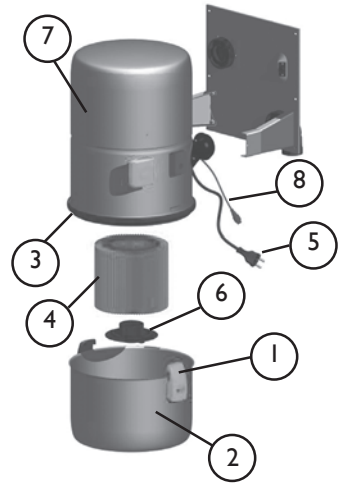

Bild 1.
### 2.1 Entleerung des Schmutzbehälters (Bild 1)
## 2.2 Wartung des Filters (Bild 1)
- Überprüfen Sie, ob sich der Staubsauger über den Niederspannungsanschluss (Bild 1; 8) der Zentraleinheit starten lässt, indem der Startstromkreis mit einem Metalldraht überbrückt wird (wie in Bild 3 gezeigt).
Wenn die Verstopfung gefunden wurde, ziehen Sie den Netz-Stecker des Staubsaugers und überprüfen Sie, dass sich die Verstopfung nicht in den Schlauchanschlüssen des Staubsaugers befindet. Verbinden Sie das Ansaugrohr des Staubsaugers über den Saugschlauch mit dem verstopften Zweig zur Saugdose (oder wenn die Verstopfung im unteren Rohrsystem ist, mit der nächstliegenden Saugdose). Starten Sie den Staubsauger mit dem Metalldraht vom Niederspannungsanschluss (8), Bild 1, und gehen Sie an den eigentlichen Platz des Staubsaugers, schließen/öffnen Sie die Öffnung des Ansaugrohrs mit der Handfläche, dies verursacht Unterdruckstöße an der Verstopfungsstelle. Wenn sich die Verstopfung nach 10-15 Sek. nicht gelöst hat, lösen Sie den Staubsauger von der Saugdose so, dass die Turbine zwischendurch Luft bekommt und sich nicht überhitzt. Wiederholen Sie den Versuch nach ca. einer Minute.
Starten Sie die Zentraleinheit bei geschlossenen Saugdosen vom Niederspannungsanschluss (8) Bild 1 mit einem Metalldraht. Falls ca. 10 Sek. nach dem Einschalten Luft aus dem Ausblasrohr kommt, gibt es im Rohrsystem eine undichte Stelle, die lokalisiert und abgedichtet werden muss. Das Gerät darf nicht länger als 20 Sekunden bei geschlossenen Saugdosen in Betrieb sein, da bei vollkommen dichter Installation die Turbine keine Luftzufuhr bekommt und sich überhitzt und evtl. beschädigt wird.